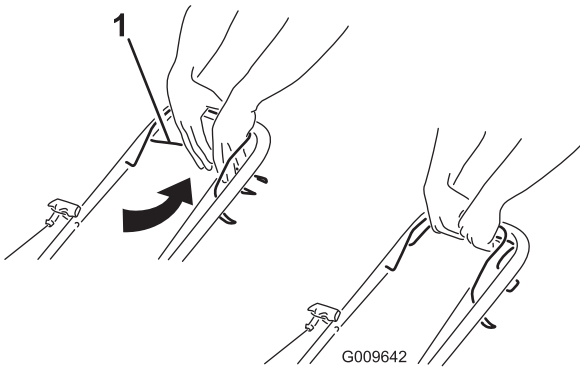

**Bild 14**
2. Ziehen Sie am Rücklaufstartergriff (Bild 14).
**Hinweis:** Ziehen Sie leicht am Rücklaufstarterbügel, bis Sie einen Widerstand spüren. Ziehen Sie ihn dann kräftig durch (Bild 14). Lassen Sie das Seil langsam zum Bügel zurücklaufen.